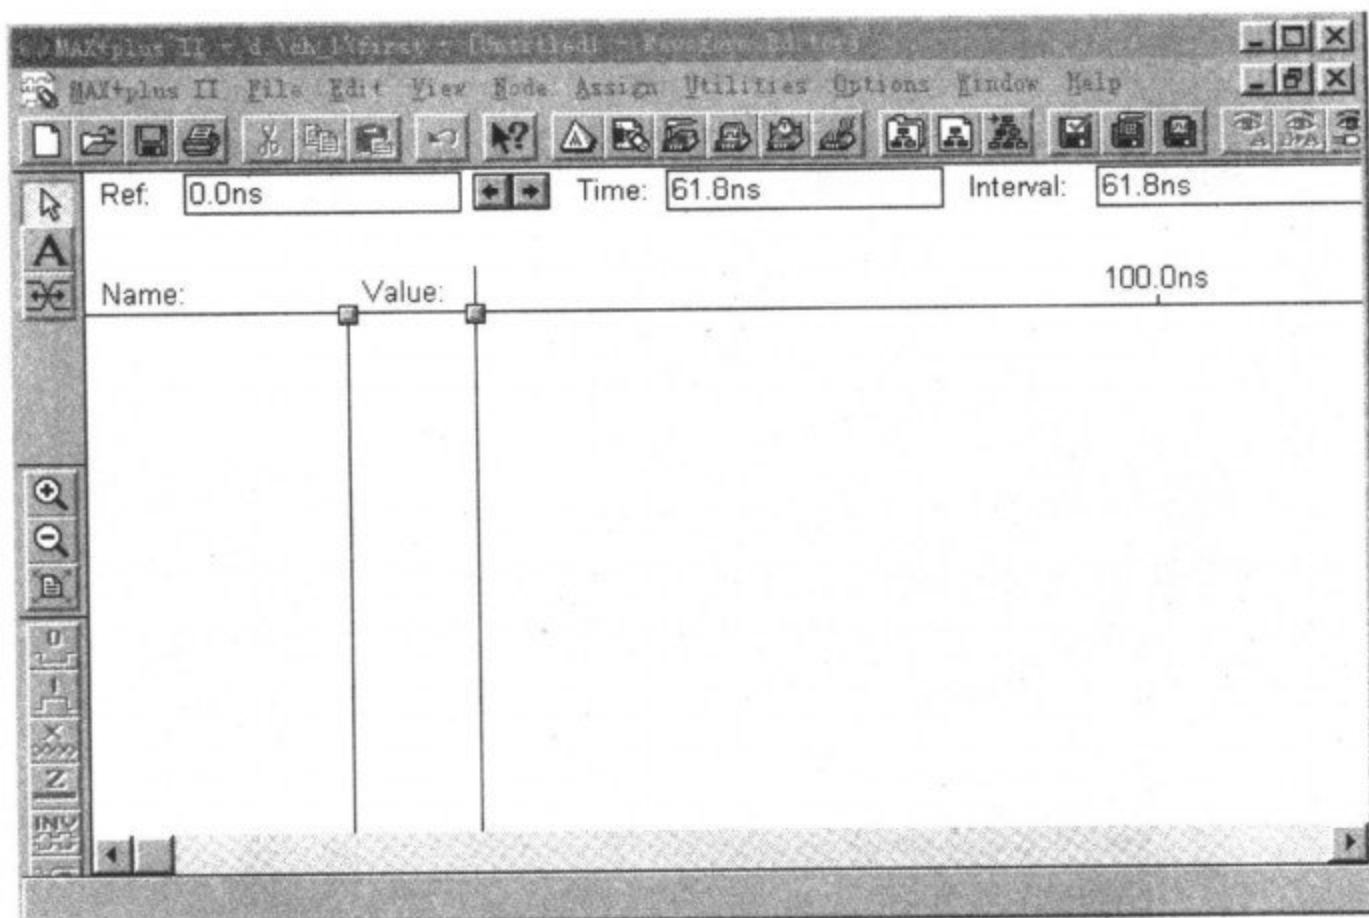

图 3-21 波形仿真窗口
(1) 执行菜单栏中的 MAX+plusII→Waveform Editor 命令, 弹出如图 3-21 所示的波形仿真窗口。